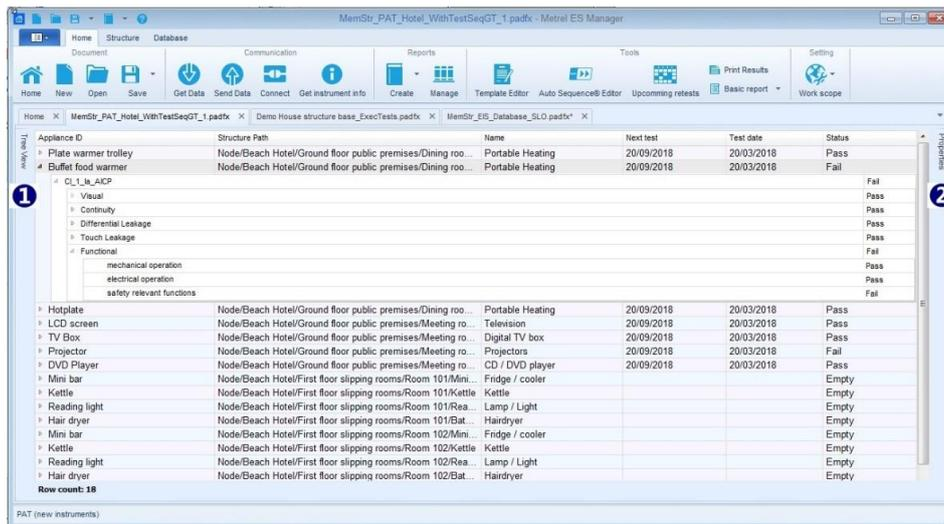

Abbildung 6.14: Benutzerarbeitsbereich mit abgedocktem und ausgeblendetem Fenster Baumansicht und Eigenschaften
- **Baumansicht und Eigenschaftsfenster ausblenden und abkoppeln:** Klicken Sie mit der linken Maustaste auf die Schaltfläche (☐) in der linken oberen Ecke des Fensters, um das Fenster abzukoppeln. Am Bildschirmrand erscheint ein schmaler vertikaler Streifen mit dem Fenstername, links der Streifen für die Baumansicht, rechts der Streifen für die Eigenschaften, siehe (1) und (2) in **Abbildung 6.14**. Aufeinanderfolgende Klicks auf den Fensterstreifen im Namensbereich blenden das Fenster aus oder ein. Um das Fenster wieder anzudocken, klicken Sie auf die Schaltfläche (☐).